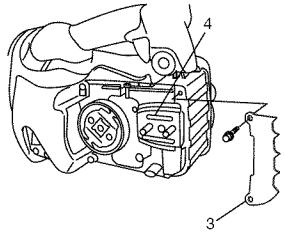

Fig. 2
- * En caso de instalar el empujador dentado (3): quite primero la placa de quia A (4) e instale con dos tornillos el empujador dentado (3) (si está equipado) a la unidad y a continuación vuelva a colocar la placa de guía A (4). (Fig. 2)